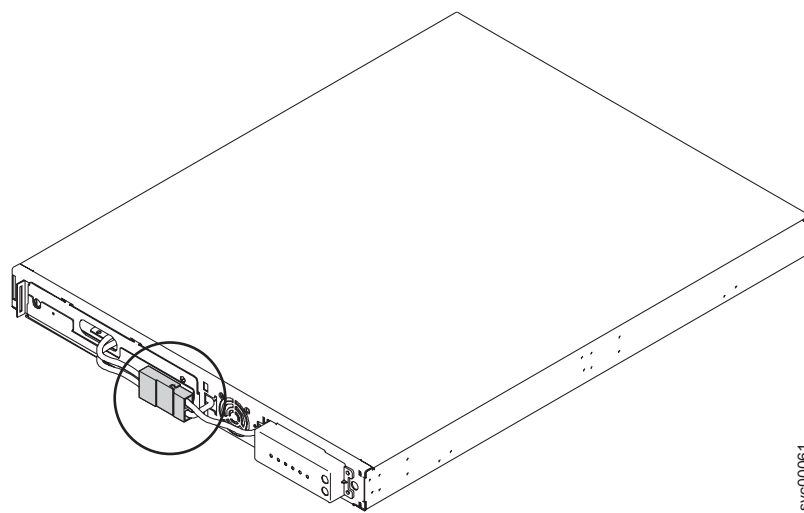

図 145. 内部バッテリー・コネクタを適所に収めた 2145 UPS-1U
7. 内部バッテリー・コネクタを接続します。図 145 を参照してください。